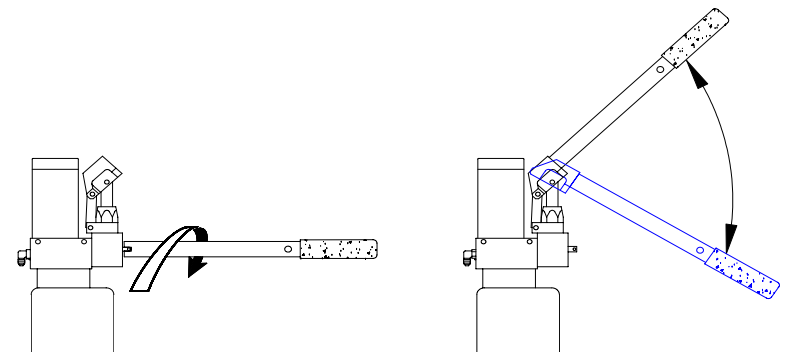

FIGURA 2-12: EN SENTIDO HORARIO SE CIERRA LA VÁLVULA DE SEGURIDAD
- 1) Consulte la **Figura 2-12**. Engrane la válvula de seguridad del sistema hidráulico en el extremo dentado de la palanca de la bomba, y gírela en sentido horario (suavemente) para comprobar que está cerrada (debería haberse cerrado con anterioridad).
- 2) Consulte de nuevo la **Figura 2-12**. Inserte la palanca de la bomba en el manguito de la bomba auxiliar, y acciónela hasta que la plataforma ascienda a la altura del suelo del vehículo.